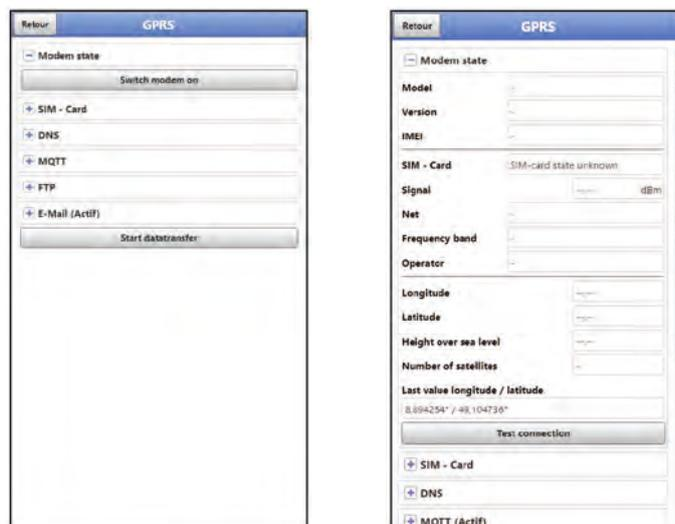

Fig. 41-3 Modem State / SIM-Card State
2. Attendez que l'appareil ait trouvé les coordonnées GPS (latitude/longitude) et qu'elles soient saisies dans le menu (voir Fig. 41-3 image 2). Cela peut nécessiter quelques minutes.